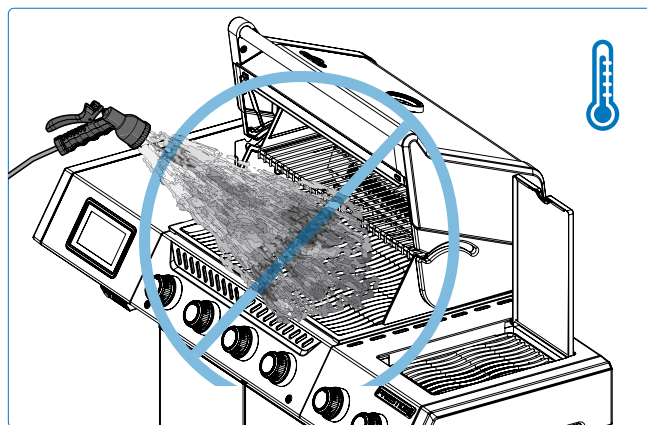

Fig. 17
1. N'éteignez jamais une flamme ni ne contrôlez les flambées avec de l'eau (**Fig. 17**).